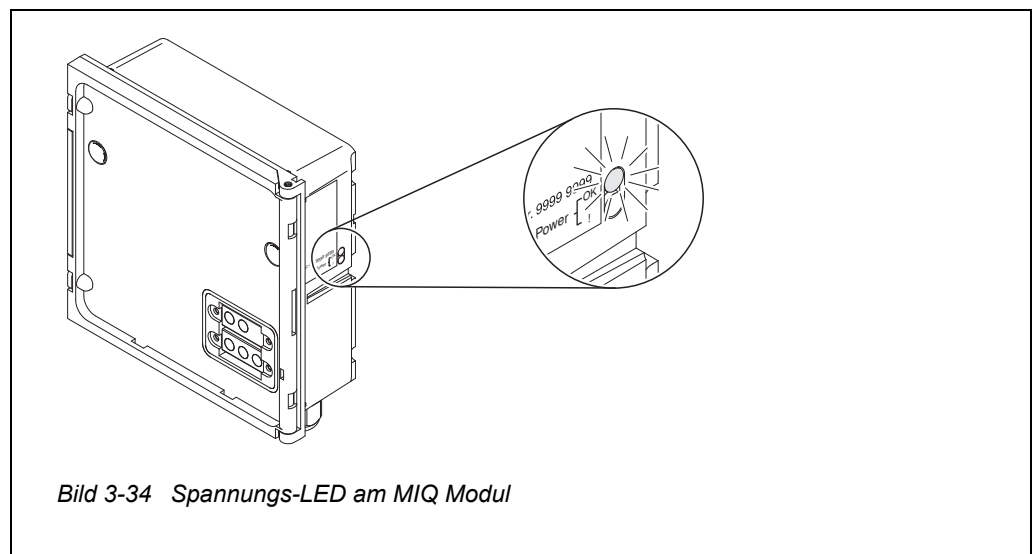

Bild 3-34 Spannungs-LED am MIQ Modul
- 1 Zustände der LEDs an den MIQ Netzteilmodulen überprüfen (Bild 3-34):
- 3 Zustände der LEDs an allen MIQ Modulen (ausgenommen MIQ Netzteilmodule siehe Schritt 1) überprüfen (Bild 3-34):